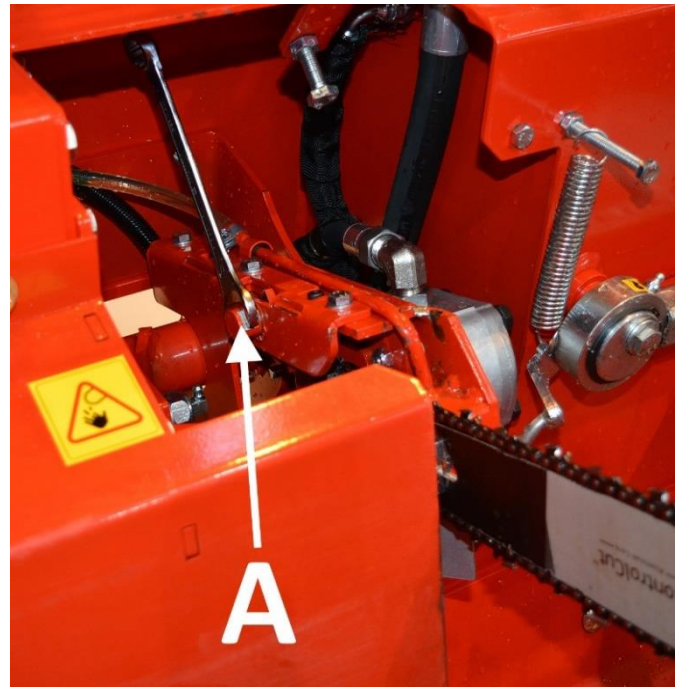

Bild 27.
3. Sänk sågsvärdet ungefär halvvägs nedåt, som på bild 27. Obs! Använd handskar!
4. Använd en 17 mm skiftnyckel, vrid låsdelen A (i bild 27) ca 90 grader i öppen riktning för att lossa sågkedjans låsmekanism.
8. Se också till att kedjan är ordentligt placerad på stängens spår och dra sedan åt kedjan genom att låsa del A (i bild 27) ca 90 grader i nära riktning med en 17 mm nyckel.